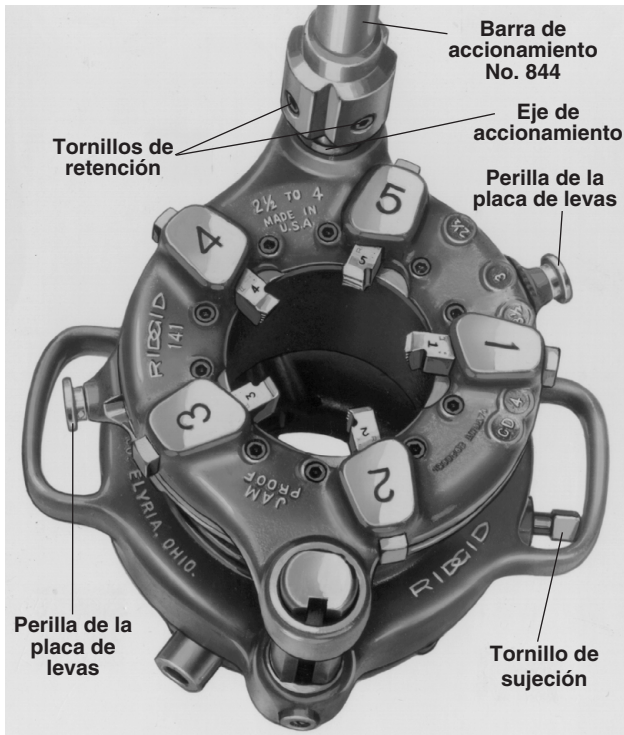

Figura 21 – Roscadora a Engranajes No. 141 con la barra de accionamiento No. 844 instalada
2. Tire hacia atrás las perillas de la placa de levas (*Figura 21*) y gire la placa de levas hasta la marca del tamaño de tubo deseado impresa en la parte superior del cabezal de terrajas. Suelte las perillas cuando los pasadores de ubicación hayan caído en los agujeros en la placa de selección.
2. Tire de las perillas (Figura 21) y gire la placa de levas hasta la marca CD ubicada en la parte superior del cabezal de terrajas.